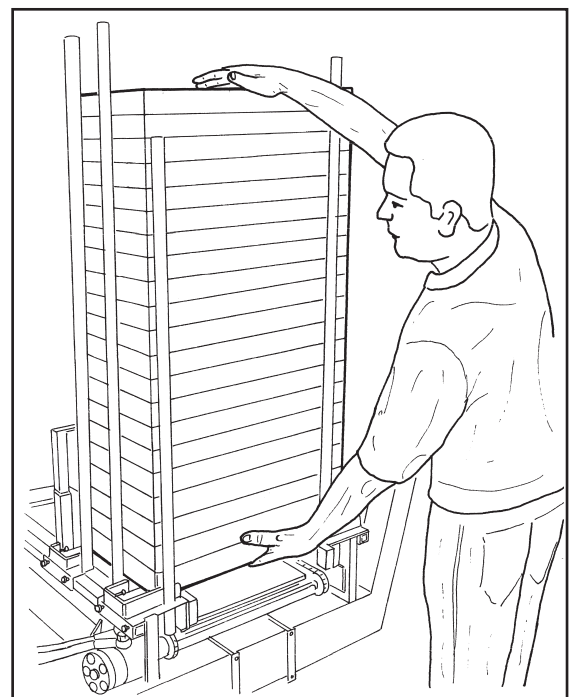

Fig. 3
- Verificare di tanto in tanto lo stato di riempimento del magazzino porta pannelli; quando la colonna di pannelli arriva in prossimità delle guide di contenimento, fermare il trattore e sfilare manualmente la colonna di pannelli vuoti (**Fig. 3**).
- Every so often check the level of the plate carrier and when the plates stack reaches the container guides, stop the tractor and take out the empty plates (**Fig. 3**).
- Vérifier, de temps en temps, l'état de remplissage du dépôt porte-plateaux; quand la colonne des plateaux arrive à proximité des guides de contenance, arrêter le tracteur et enlever la colonne des plateaux vides à la main (**Fig. 3**).
- Comprobar de vez en cuando el nivel de llenado del almacén de bandejas; cuando la columna de bandejas se halle cerca de las guías de contención, parar el tractor y sacar manualmente la columna de bandejas vacías (**Fig. 3**).